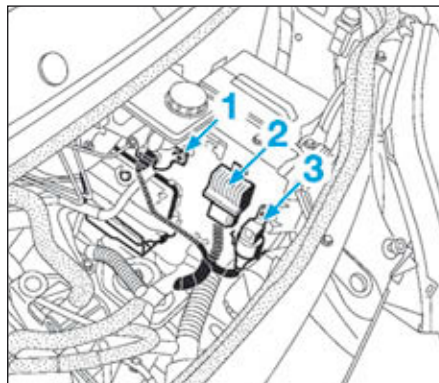

FIG.61
- Débrancher (Fig.61) :
- les tuyaux de la soupape de décharge du turbocompresseur (1).
- le boîtier de pré-postchauffage (2).
- le relais (3).